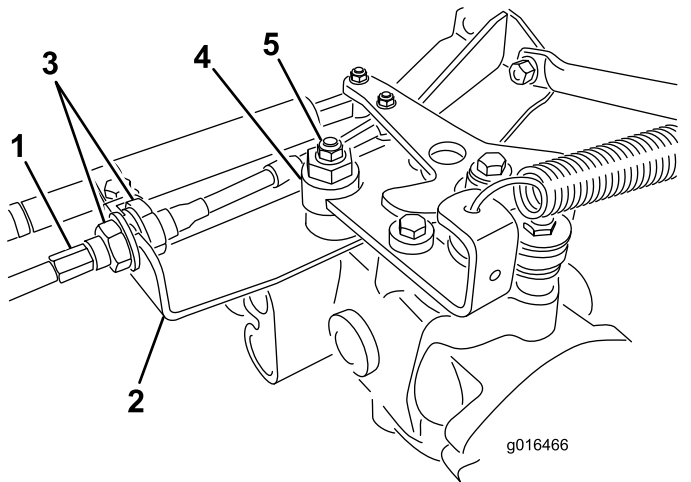

Figura 41
- A. Allentate entrambi i controdati che fissano il cavo di comando della trazione alla paratia dell'igrostatato (Figura 41). Verificate che i controdati siano ugualmente allentati, in modo sufficiente da consentire la messa a punto.
Nota: Allentate il dado che fissa l'eccentrico alla parte superiore dell'igrostatato (Figura 41).
- E. Quando la ruota cessa di girare, serrate il dado di bloccaggio dell'eccentrico per mantenere la messa a punto (Figura 41).
- G. Da ambo i lati della piastra serrate in modo uniforme i dadi che fissano il cavo di trazione alla piastra (Figura 41). Non torcete il cavo.